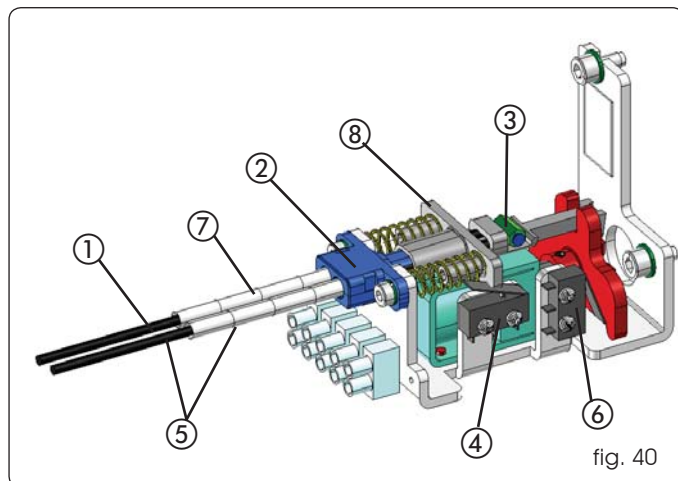

fig. 40
- Acerque el cable con vaina a la pieza ② de la fig. 40 y corte la vaina sobrante.
- Pase el cable (fig. 40 ref. ①) por el interior de la pieza ② colocando la vaina hasta el tope (fig. 40 ref. ⑦).
- Introduzca el cable en la mordaza (fig. 40 ref. ③).
- Tire de la pieza ⑧ hasta el tope (comprimiendo los resortes) y atornille el tornillo de la mordaza ③ bloqueando el cable de acero.
- Desbloquee el pomo girándolo 90° y compruebe que funcione el desbloqueo. Compruebe que tirando del pomo se active el microinterruptor de apertura de la puerta (fig. 40 ref. ④).
Si es necesaria la instalación del desbloqueo externo utilice los pulsadores de llave. Introduzca el cable de desbloqueo en el bloqueo motor utilizando el relativo alojamiento (fig. 40 ref. ⑤).